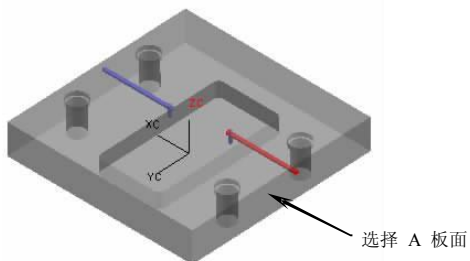

图5-113
14. 使用【冷却】功能创建冷却水道，设置冷却水道直径为“M8”、“HOLE_1_DEPTH=130”、“HOLE_2_DEPTH=130”，选择 A 板面作为冷却水道参考面，设置冷却水道坐标为 (30, 15, 0)，结果如图 5-113 所示。